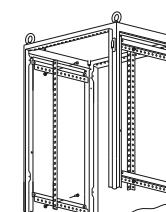

Рисунок 2
4.3.2 Приложите уголок вертикальный с внутренней стороны к боковым профилям шкафа на нужной высоте и глубине с учётом перфорации и закрепите комплектом соединительным КС (рисунок 2). При установке уголков в шкаф ВРУ-3 один из уголков прикручивается к внутренней разделятельной перегородке (рисунок 3). Момент затяжки – 5 Н·м.